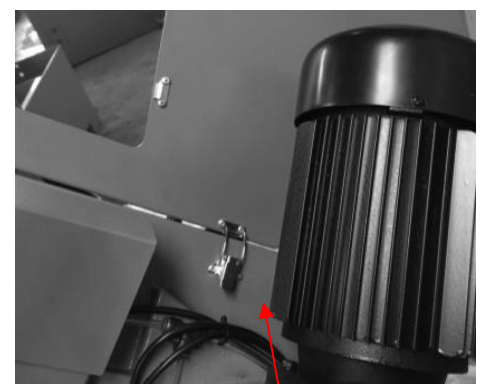

Abb. 22-1
3. Sichern Sie die Abdeckung in der oberen Position, indem Sie den Riegel AY (Abb. 22-1) schliessen.